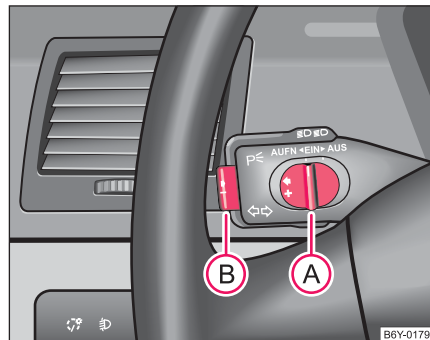

Abb. 86 Bedienungs-
- Schieben Sie den Schiebeschalter **A** ⇒ Abb. 86 in die Position **ON** (EIN).
- Die gespeicherte Geschwindigkeit können Sie ohne Betätigung des Gaspedals durch Schieben des Schiebeschalters **(A)** => Seite 102, Abb. 86 in die Position **RES** (AUFN) **erhöhen**.
- Die Geschwindigkeits-Regelanlage können Sie ebenfalls abschalten, wenn Sie den Schiebeschalter **(A)** => Seite 102, Abb. 86 nach rechts in die Zwischenposition vor der Stellung **OFF** (AUS) schieben. Der Schiebeschalter geht danach selbsttätig in die Position **ON** (EIN) zurück.
Die **Wiederaufnahme** der gespeicherten Geschwindigkeit erfolgt nach Loslassen des Brems- oder Kupplungspedals, bei Fahrzeugen mit automatischem Getriebe nur nach Loslassen des Bremspedals und nach kurzem Schieben des Schiebeschalters (A) ⇒ Seite 102, Abb. 86 bis zum Anschlag nach links in die Position **RES** (AUFN).
- Schieben Sie den Schiebeschalter (A) ⇒ Seite 102, Abb. 86 bis zum Anschlag nach rechts in die Position **OFF** (AUS). ■